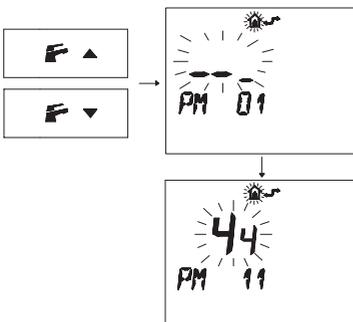

Figura 5.47
- Premere i pulsanti **F** ▲ o **F** ▼ per visualizzare la programmazione "PM11" della postcircolazione pompa (Figura 5.47).